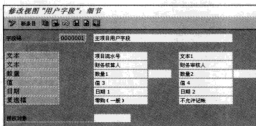

图 9-27 “修改视图‘用户字段’: 细节”界面
STEP 2 双击“主项目用户字段”选项, 进入“修改视图‘用户字段’: 细节”界面, 如图 9-27 所示。在此界面中, 可以对主项目用户字段进行更改。例如本例中设置“财务核算人”用户字段, 类型为“文本”。